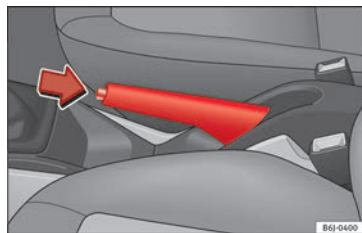

Fig. 169 Freno de mano entre los asientos delanteros.
– Tire con fuerza de la palanca del freno de mano hacia arriba » fig. 169.
– Tire ligeramente de la palanca hacia arriba, presione el botón de desbloqueo en la dirección de la flecha » fig. 169 y baje completamente la palanca » ⚠.